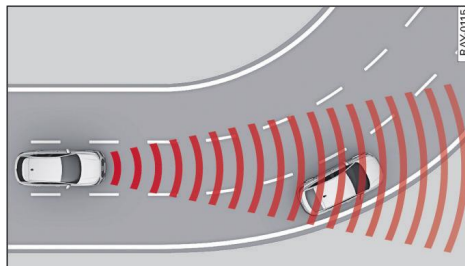

Fig. 118 Ejemplo: Entrar en una curva
- Si un vehículo ya detectado ① gira/abandona el carril, el sistema no puede reaccionar en todos los casos frente al vehículo parado que hay delante ②.
- Al entrar en una curva ⇒ *fig. 118* y al salir de una curva puede suceder que el sistema reaccione a un vehículo que circule por el carril de al lado y frene el propio vehículo. Esto puede contrarrestarse pisando brevemente el acelerador.